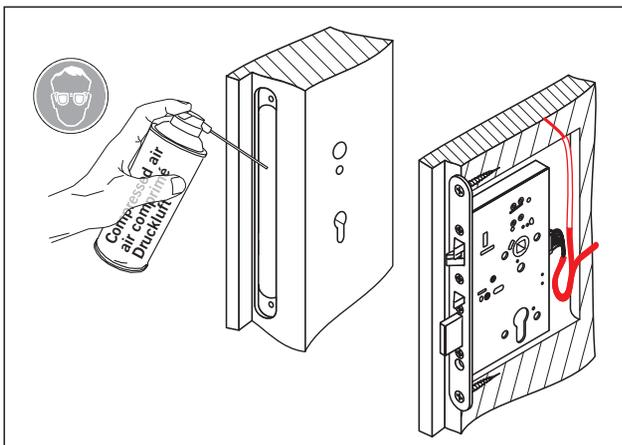

Fig. 23 Insert door lock
3. Insert the door lock into the door leaf cut-out (Fig. 23).